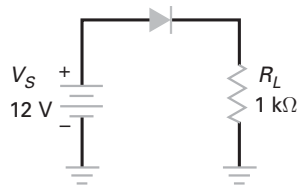

Figura 3-21
-  MultiSim Qual é o valor da corrente na carga na Figura 3-21 com um diodo ideal?
17. **III MultiSim** Qual é o valor da corrente na carga na Figura 3-21 com a segunda aproximação?
18. **III MultiSim** Qual é o valor da corrente na carga na Figura 3-21 com a terceira aproximação?
19. **III MultiSim** Se o diodo está aberto na Figura 3-21, a tensão na carga é
20. **III MultiSim** Se o resistor estiver aterrado na Figura 3-21, a tensão medida com um multímetro digital entre a parte de cima do resistor e o terra é próxima de
21. **III MultiSim** A tensão na carga mede 12 V na Figura 3-21. O defeito pode ser
22. Usando a terceira aproximação na Figura 3-21, qual é o valor que R_L precisa ter antes que a resistência de corpo do diodo possa ser considerada?